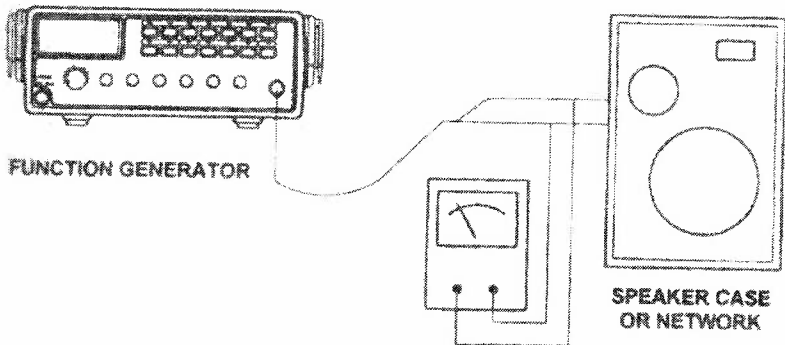

Figura 8
- a) Consulte a figura 8 para conexão, O osciloscópio pode ser usado como medidor de voltagem.